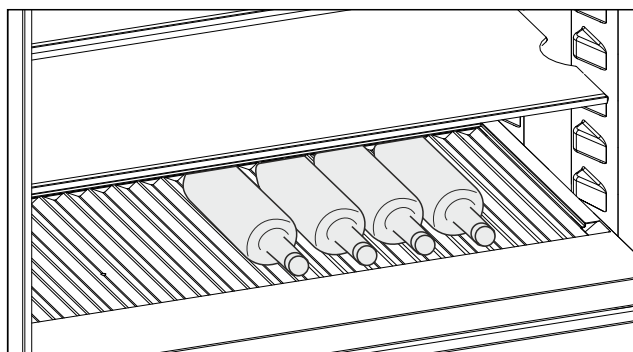

Fig. 207 Exempelbild
- Lägg in flaskorna med botten bakåt mot bakväggen. (se Fig. 207)